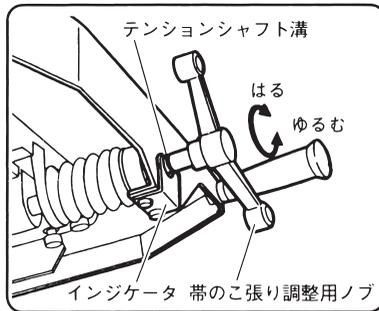

図 24
(9) さらに帯のこ張り調整用ハンドルを時計方向にまわし、テンションシャフト溝とインジケータを一致させます。(図 24)